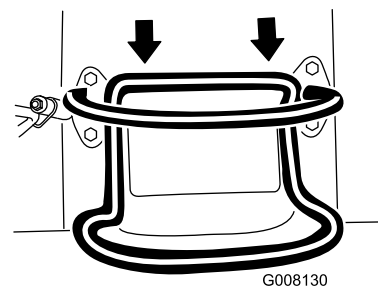

Bild 9
- Bewegen Sie den Fahrertriebshebel nach hinten, um rückwärts zu fahren (Bild 9).